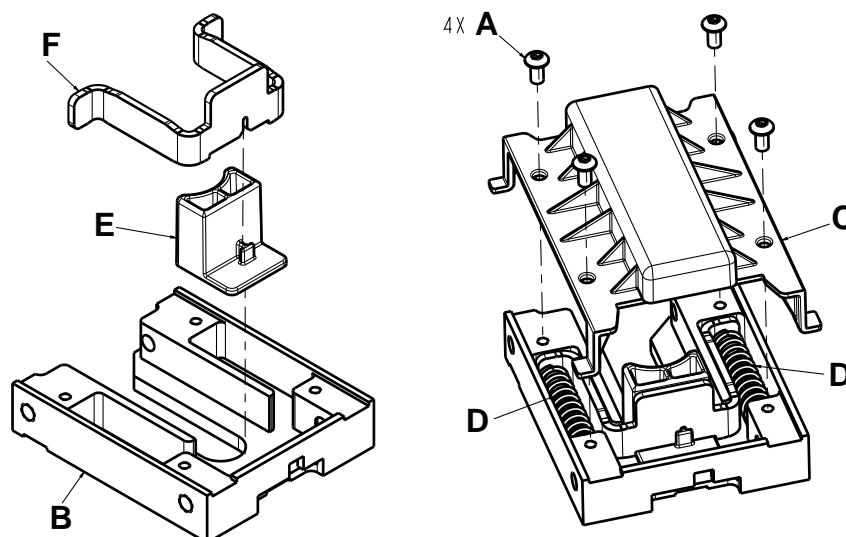

Figure 5 – Remplacement du piston du côté tête
2. À l'aide d'une clé Torx T27, enlever les quatre vis (A) reliant le boîtier pour broche (C) à l'interface côté tête (B) (Figure 5). Conserver les vis.
3. Retirer et conserver les deux ressorts de piston (D) (Figure 5).
4. Retirer et conserver le support du piston (F) (Figure 5).
5. Retirer et jeter le piston (E) (Figure 5).